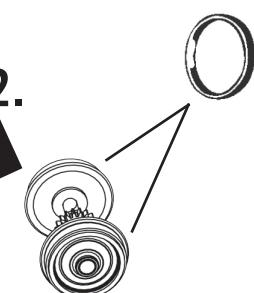

Fig. 9
**Schleiferwechsel:** siehe Fig. 9
**A.C. pick up:** see fig. 9